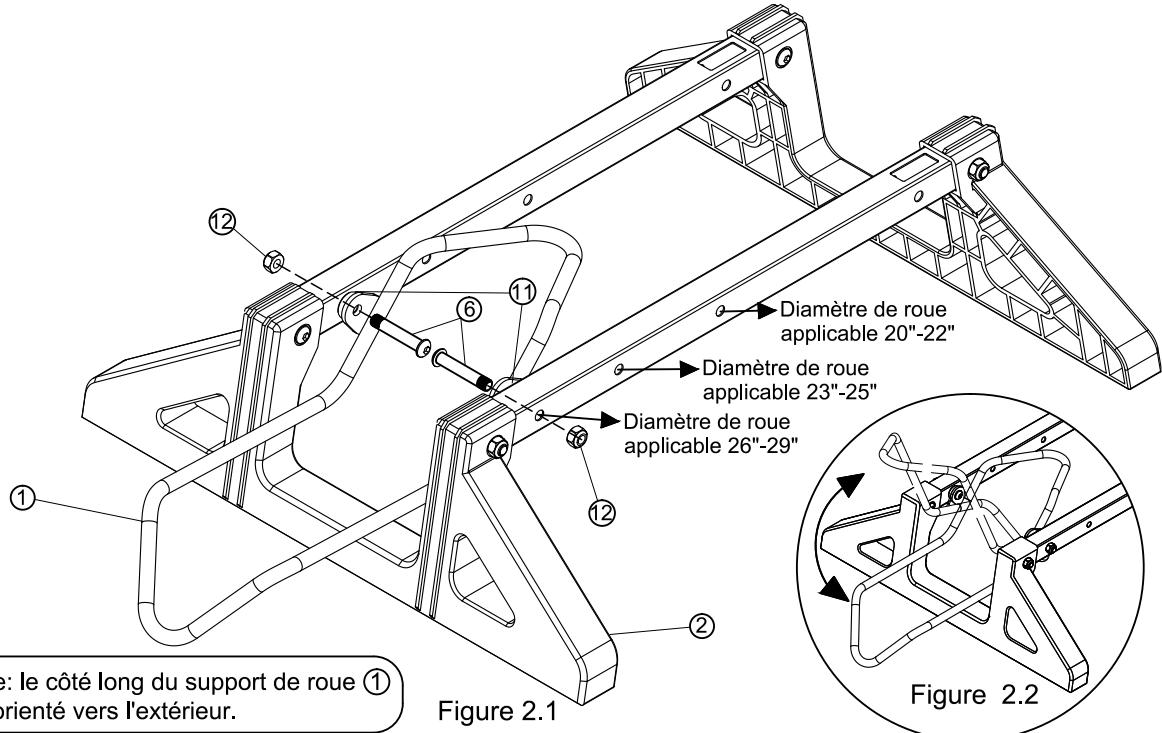

Figure 2.1
- Bestimmen Sie die Position des Laufradhalters① basierend auf den Raddurchmesser. Richten Sie die Schraubenlöcher des Laufradhalters① mit denen des Basisständer② aus und verschrauben Sie beide Teile miteinander. Benutzen Sie dazu die M6 Teilgewinde Rundkopfschraube 33L⑥, die Unterlegscheibe⑪ und die Nylon Mutter⑫. Stellen Sie sicher das die Nylon Mutter⑫ auf der Außenseite befestigt wird. (Siehe Abb. 2.1)
1. Déterminez la position d'installation du support de roue ① en fonction du diamètre de la roue. Alignez les trous de vis du support de roue ① avec ceux de l'extrémité avant des supports de base ②. Placez la cale de pivot ⑪ entre le support de roue ① et les supports de base ②, puis utilisez la Vis à tête ronde partiellement filetée M6 33L ⑥ et l'écrou nylon ⑫ pour les fixer. Veiller à ce que l'écrou en nylon ⑫ soit positionné à l'extérieur. (Voir Figure 2.1)